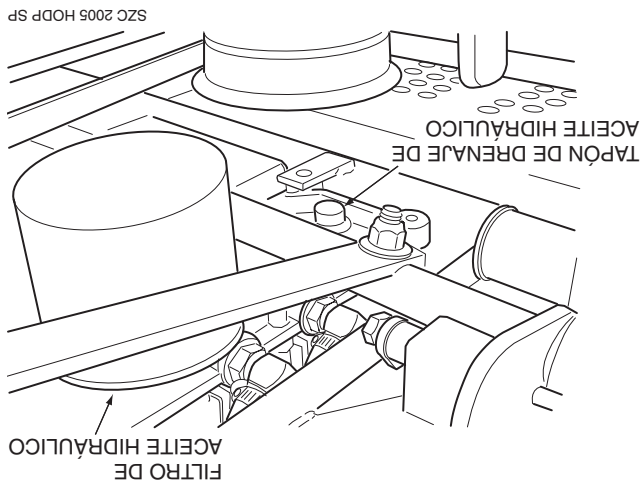

Figura 7-3 Filtro de aceite hidráulico y Tapón de drenaje
1. Quite el elemento del filtro de aceite (Figura 7-3, Página 32) y deséchelo adecuadamente. Llene el nuevo filtro con aceite limpio de motor SAE 20W50 e instálelo. Apriételo a mano solamente.
2. Coloque un recipiente adecuado debajo del filtro de aceite hidráulico. Inclíne el asiento hacia adelante. Quite la tapa de llenado del depósito y el tapón del drenaje del fondo del depósito. (Vea la Figura 7-3). Permita drenar el fluido en el recipiente y deséchelo apropiadamente.